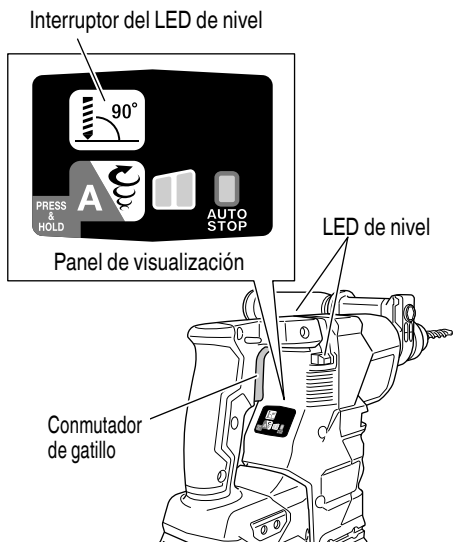

Fig. 31
1. Para activar la función de nivel LED durante el uso, pulse el gatillo suavemente. Presione el interruptor LED de nivel cuando se encienda la lámpara de visualización en el panel. (Fig. 31)